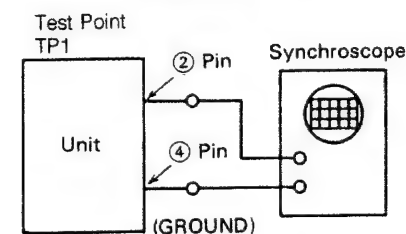

Figure 18-6
- e. Connect an oscilloscope as shown in Fig. 18-6, adjust the variable resistor VR2 (focus balance control) so that the eye pattern available on the oscilloscope becomes the most vivid and biggest.
(3) Adjustment of servo unit
- e. Das Oszilloskop wie in Abb. 18-6 anschließen und den Regelwiderstand VR2 (Fokusbalancesteller) so einstellen, daß das auf dem Oszilloskop erscheinende Augendiagramm die größte Dimension und Helligkeit aufweist.
(3) Einstellung der Servoeinheit
⑥
5. Ajustement du pick-up**(1) Remplacement et ajustement du pick-up**
- e. Raccorder un oscilloscope de la manière indiquée à la Fig. 18-6, ajuster la résistance variable VR2 (commande d'équilibre de foyer) de manière à ce que la mire à oeil disponible sur l'oscilloscope devienne la plus vivide et la plus grande.
(3) Ajustement de l'unité de servomécanisme
⑦